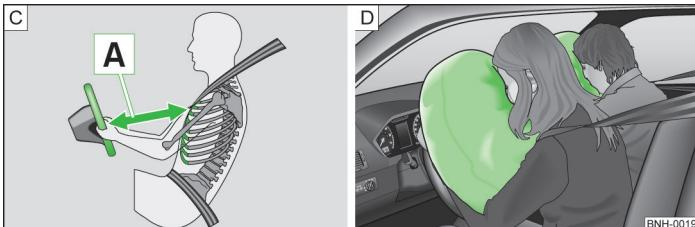

Fig. 165 Distancia de seguridad con respecto al volante / airbags llenos de gas
Al activarse, los airbags se llenan de gas y se despliegan delante del conductor y el acompañante » fig. 165 - D. Al sumergirse la cabeza y el tórax en el airbag completamente inflada, se amortigua el movimiento hacia delante del conductor y del acompañante, y se reduce así el riesgo de lesiones en esas partes del cuerpo.
- Es importante que el conductor y el acompañante mantengan una distancia mínima de 25 cm con respecto al volante o al cuadro de instrumentos [A] » fig. 165. Si no respeta la distancia mínima, el sistema de airbag no podrá protegerle. ¡Peligro de muerte! Además, los asientos delanteros y los reposacabezas siempre deben estar correctamente ajustados a la estatura del ocupante.